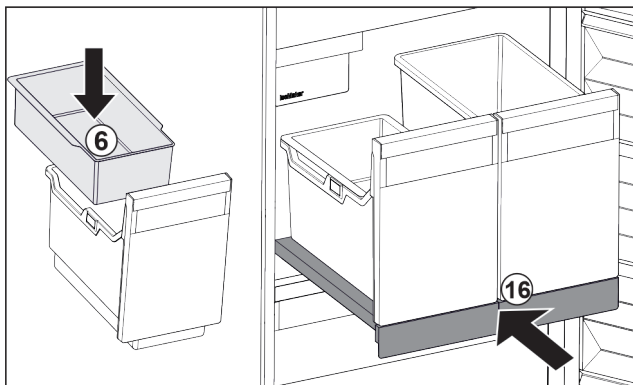

Fig. 91
- ▶ Introduceți tava suspendată Fig. 91 (6) pentru cuburi de gheață.
- ▶ Inșerați raftul extractibil cu recipientele (IceTower). Fig. 91 (16)